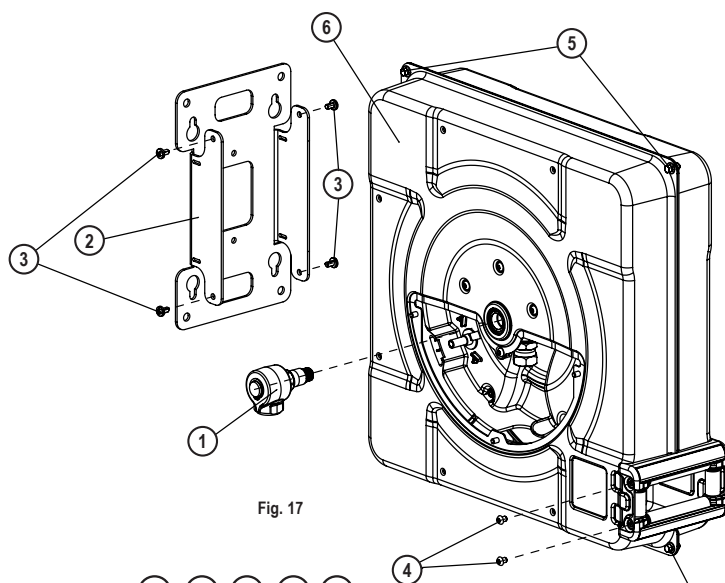

Fig. 17
7. Disassemble the shaft-swivel-kit (1) (fig. 17). It is not necessary to disassemble the swivel from the shaft. Use a flat-wrench over the shaft hexagon, and be sure to do counterforce by introducing an Allen key 7 mm between faces (1) (fig. 10) inside the brass hexagon (2) (fig. 10), through the Tensor piece (3) (fig. 10). Avoid to transmit stress to other hose reel components and don't apply lever with the flat-wrench over the swivel. Keep it to be able to install again later on the new spool.
8. Take apart the base (2) (fig. 17) loosening the bolts (3) (fig. 17). Keep the base to be able to install again later on the new spool.
9. Loosen the two bolts (4) (fig. 17) which hold one side of the roller outlet. Keep these bolts to be able to install again later.
17. Assemble the other casing side (the one with the service window), fitting its central hole on the brass shaft. For a correct assembly position, the wings which hold the roller outlet, must be aligned. Join both casing sides by tightening the bolts (5) (fig.17).
7. Demontera axelsvivel-kitet (1) (fig. 17). Det är inte nödvändigt att demontera svivelen från axeln. Använd en nyckel över axelns hexagon och skapa ett mothåll genom att införa en insexnyckel 7 mm mellan ytorna (1) (fig. 10) inuti mässingshexagonen (2) (fig. 10) genom fjäderspännaren (3) (fig. 10). Undvik att överföra spänningen till andra slangrullkomponenter och häv inte med nyckeln över svivelen. Behåll kitet för att kunna installera igen senare på den nya spolen.
8. Lossa skruvarna (3) (fig. 17) och ta bort monteringsplattan (2) (fig. 17). behåll plattan för att kunna installera igen senare på den nya spolen.
9. Lossa de två bultarna (4) (fig. 17) som håller ena sidan av rullutloppet. Behåll dessa bultar för att kunna installera senare.
17. Montera den andra höljessidan (den med servicefönstret), med dess centrala hål på mässingsaxeln. För en korrekt monteringsposition måste vingarna som håller valsutloppet vara justerat. Anslut båda höljets sidor genom att dra åt bultarna (5) (fig. 17).
18. Tighten the two roller outlet bolts (4) (fig. 17).
19. Place the shaft-swivel assembly (1) (fig. 17). For doing this, introduce carefully the shaft through the casing bearing, be careful not to damage the inner sealing ring with the shaft thread. It is recommended to clean the threads and apply a medium strength threadlocker in this threaded coupling. For tightening the shaft, it is needed to do counterforce by introducing an Allen key 7 mm between faces (1) (fig. 8) inside the brass hexagon (2) (fig. 8), through the Tensor piece (3) (fig. 8). Avoid to transmit stress to other hose reel components.
20. Place the base (2) (fig. 17) in position on the casing, using the sheet metal screws (3) (fig. 17).
18. Dra åt rullutloppets två bultar (4) (fig. 17).
19. Placera axel-svivelenheten (1) (fig. 17). För att göra detta, för försiktigt axeln genom höljets lager, var försiktig så att den inre O-ringen inte skadas mot axelgången. Det rekommenderas att rengöra gängorna och applicera en medelstark gängtape i denna gängade koppling. För att dra åt axeln behövs det motstånd genom att införa en insexnyckel 7 mm mellan ytorna (1) (fig. 8) inuti mässingshexagonen (2) (fig. 8) genom fjäderspännaren (3) (8). Undvik att överföra stress till andra komponenter i slangrullarna.
20. Placera basen (2) (fig. 17) på höljet med plåtskruvarna (3) (fig. 17).